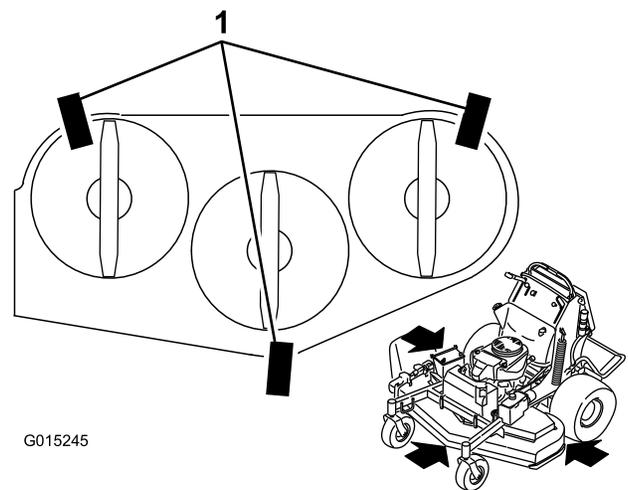

Figura 85
1. Coloque 3 blocos de madeira com 5 x 10 cm sob a plataforma do cortador como apresentado em Figura 85. Assente os blocos de 5 x 10 cm sobre o lado com 10 cm.